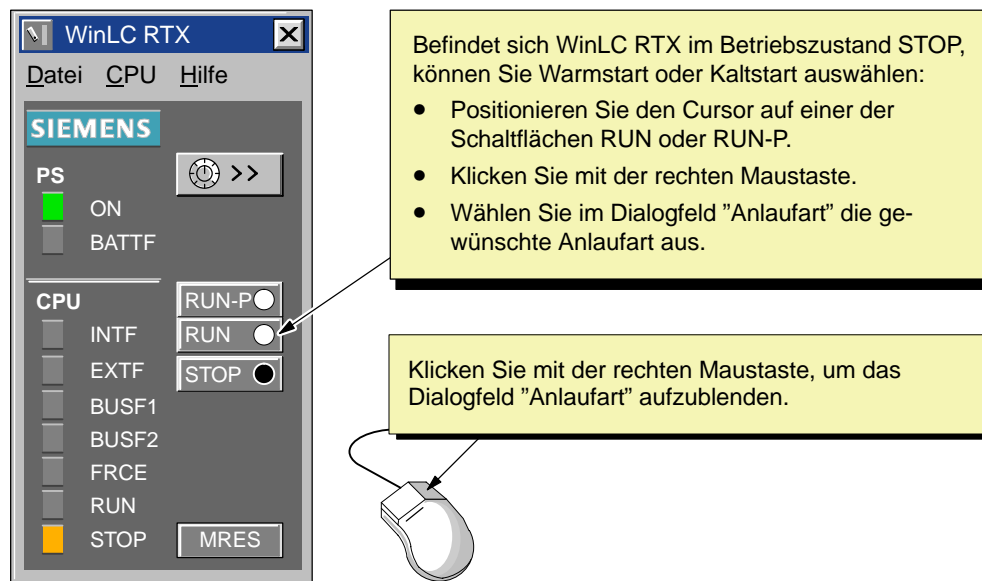

Bild 4-9 Auswählen der Anlaufart über die rechte Maustaste
- Wenn Sie mit der rechten Maustaste auf eine der Schaltflächen "RUN" oder "RUN-P" klicken, wird das Dialogfeld "Anlaufart" aufgeblendet, so daß Sie Warm- oder Kaltstart auswählen können (siehe Bild 4-9).